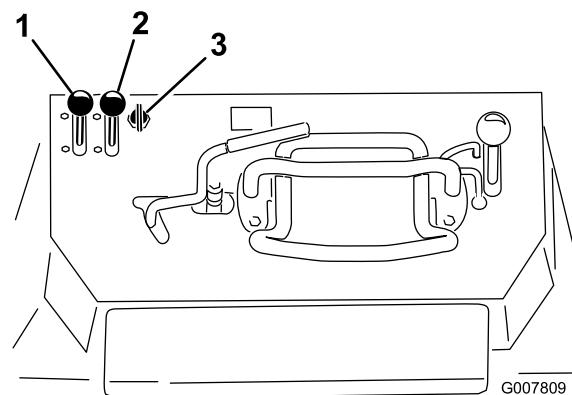

Bild 19
- Schieben Sie den Gasbedienungshebel in die Mittelstellung zwischen Langsam und Schnell (Bild 19).
- Schieben Sie den Chokehebel auf die Ein-Stellung (Bild 19).
- Modell mit Elektrostart: Drehen Sie den Schlüssel in die Ein-Stellung (Bild 19). Lassen Sie den Schlüssel los, wenn der Motor anspringt.
4. Schieben Sie den Chokehebel langsam auf die Aus-Stellung (Bild 19). Schieben Sie beim Absterben oder Aussetzen des Motors den Choke wieder nach vorne, bis der Motor warm gelaufen ist.
5. Schieben Sie den Gasbedienungshebel auf die gewünschte Stellung (Bild 19).
1. Stellen Sie den Gasbedienungshebel auf die Langsam-Stellung (Bild 19).
3. Drehen Sie den Zündschlüssel auf die Aus-Stellung (Bild 19).